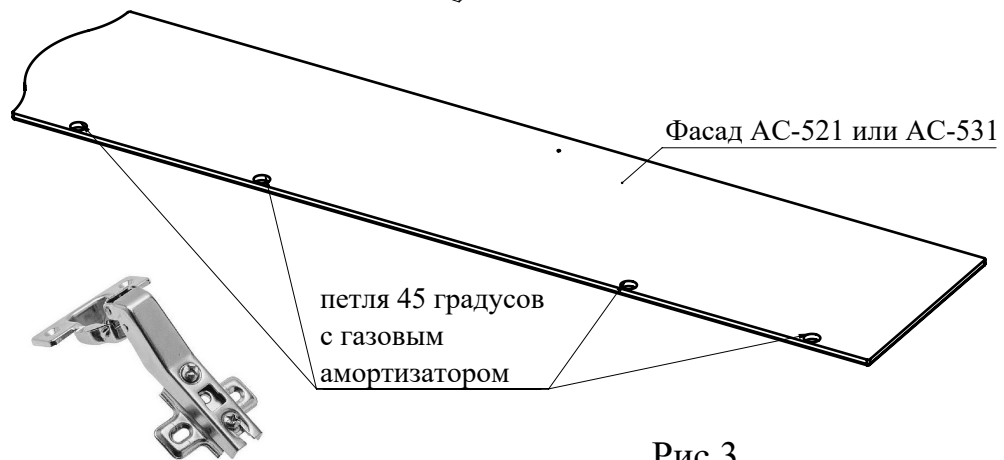

Рис.3
3. При помощи шурупов 3,5x16 закрепите петли 45 градусов на двери (Рис. 3).